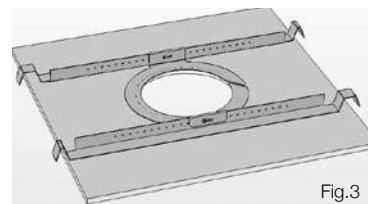

Fig.3
3. Placez le support en C et les rails de dalle sur le dessus de la dalle en alignant le support en C sur le trou, et vissez le support en C sur les rails de dalle au moyen des fixations fournies (Fig.3).